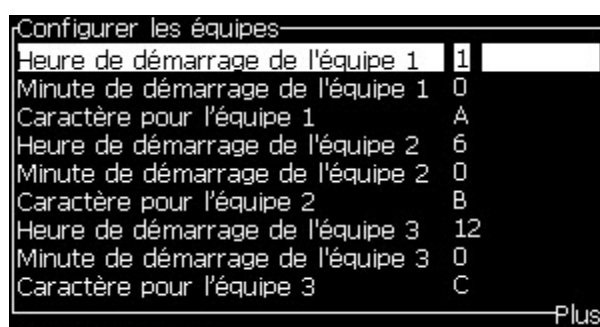

Figure 5-32: Réglez les équipes
- 3 Appuyez sur la touche *Entrée* pour ouvrir la boîte de dialogue *Régler équipe* (Figure 5-32 à la page 5-47).